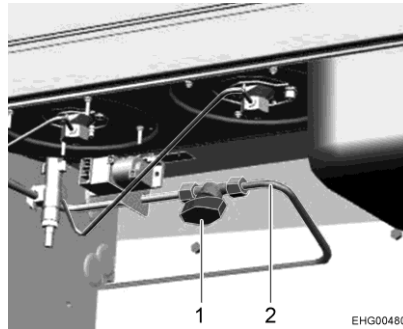

Fig. 42 Robinet d'arrêt de gaz
Dans le véhicule, un robinet d'arrêt de gaz (Fig. 42,1) est installé pour le réchaud à gaz. Le robinet d'arrêt de gaz se trouve sous le réchaud à gaz.
- Ouvrir : ■ Placer le robinet d'arrêt de gaz parallèlement à la conduite de gaz (Fig. 42,2).